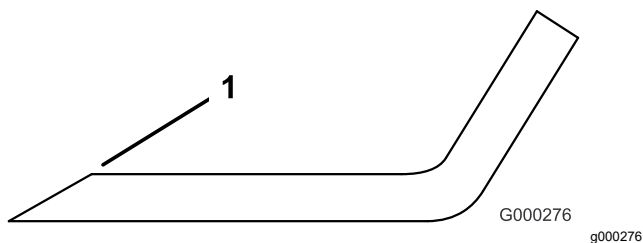

**Figura 131**
- Examinezi marginile de tăiere ale tuturor lamelor i ascuii-le dacă sunt tocite sau crestate (Figura 131).
**Notă:** Ascuii doar partea superioară a marginii de tăiere i meninei unghiul de tăiere inițial pentru a asigura ascuirea (Figura 131). Lama rămâne echilibrată dacă elimini aceeași cantitate de metal de pe ambele margini de tăiere.